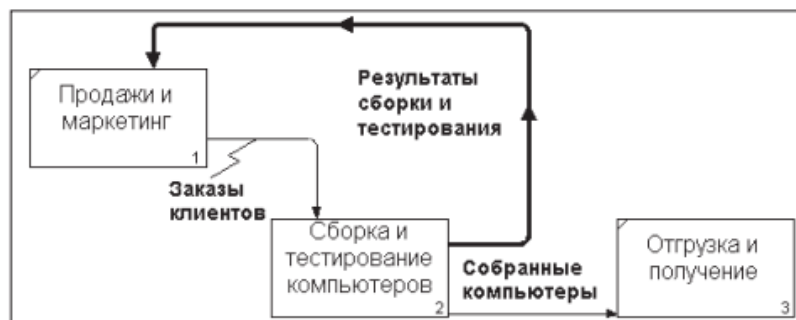

Рис.1. Диаграмма FEO
4. Удалите лишние стрелки на диаграмме FEO. Результат показан на рис.1.